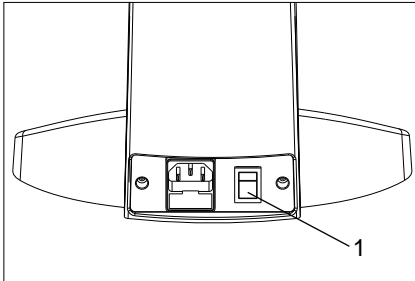

Fig. 5
1. Schlagen Sie den Hauptschalter "I" (AN) wie in Fig 5. gezeigt leicht.